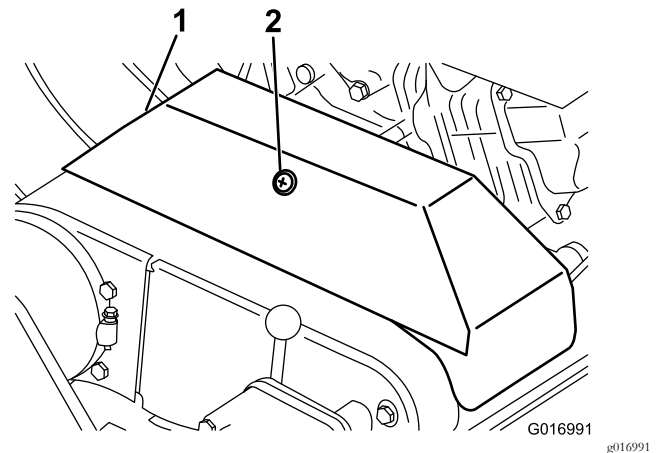

図 40
2. V ベルトカバーを固定しているリテーナをゆるめて、カバーを開ける 図 40。
2. Vベルトカバーを固定しているリテーナをゆるめて、カバーを開ける 図 40。